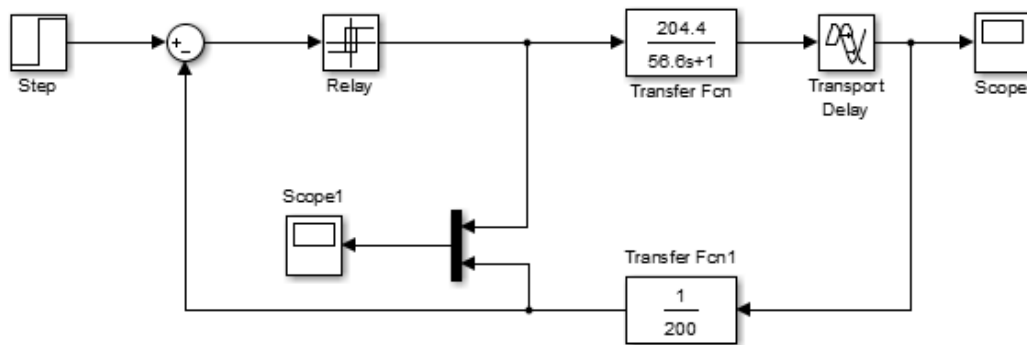

Figura 8.8. Sistema con tiempo muerto.
12. En muchos sistemas de control a la variable controlada le toma cierto tiempo alcanzar su nuevo valor estable después de que el controlador envía una orden al dispositivo de corrección o actuador, pero al menos “cierta” respuesta parcial se recibe inmediatamente, pero existen casos donde no se percibe absolutamente ninguna respuesta en la variable controlada durante un cierto período de tiempo después de que el controlador envía una señal al dispositivo de corrección. La situación por lo general se presenta cuando la ubicación física del dispositivo de corrección está muy alejada de la ubicación física del dispositivo de medición, en un sistema de llenado de tanque puede deberse a que se debe esperar a que el fluido recorra una tubería de cierta longitud. Para simular esa situación modifique el sistema añadiendo un bloque de retraso de transporte (ubicado en la librería Continuos de SIMULINK) tal como se muestra en la Figura 8.8.